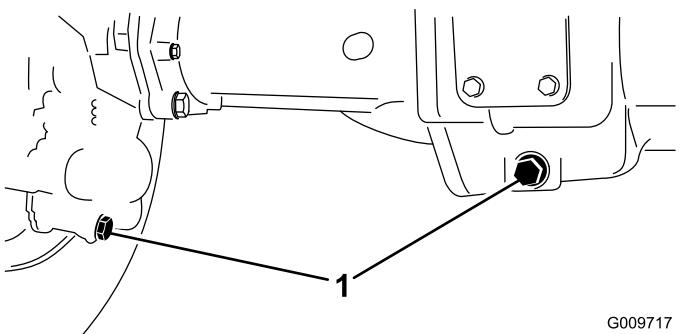

Figura 58
- Limpie la zona alrededor de los tres tapones de vaciado, uno en cada extremo y uno en el centro (Figura 58).